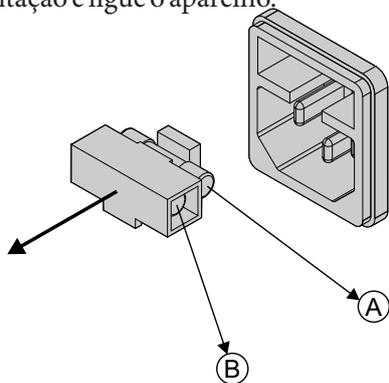

Figura 3 - Troca de fusível
Para acessar o fusível, remova o cabo de alimentação do conector de alimentação traseiro. Com uma chave de fenda pequena, remova o compartimento de fusível, conforme ilustra a Figura 3. Neste compartimento é possível encontrar o fusível de proteção (A) e o fusível sobressalente (B). Remova o fusível de proteção e substitua pelo sobressalente e recoloca o suporte no conector de alimentação. Certifique-se que o mesmo esteja inserido corretamente e, só então, recoloca o cabo de alimentação e ligue o aparelho.